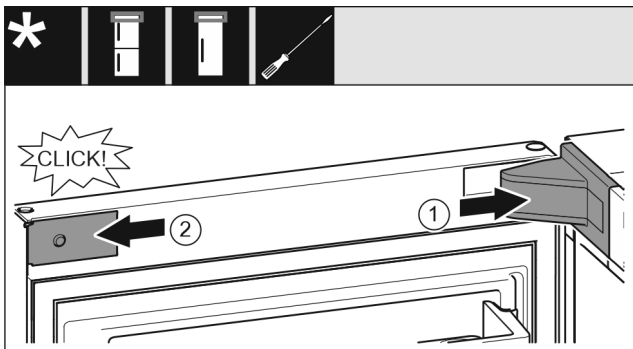

Fig. 28
- ▶ 放上并插入托架盖 Fig. 28 (1), 如有必要小心地按压分开。
- ▶ 将隔板 Fig. 28 (2) 放置到侧面并插入。